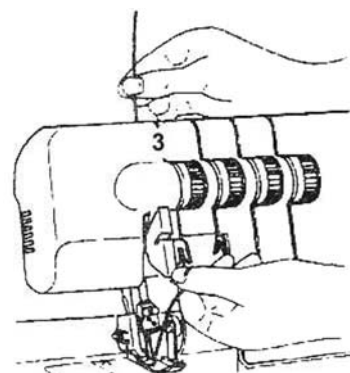

Bild 31
3. Håll fast nålen med fingrarna, för in den mellan trådspänningsväljarens **14** skivor och dra den sedan nedåt (3) (bild 31).